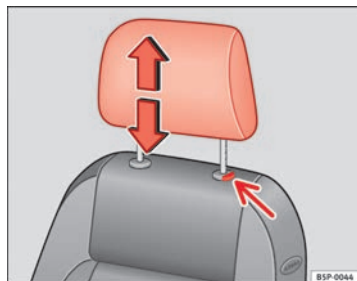

**Fig. 71 Ajuste o desmontaje del apoyacabezas**
- Pulse la tecla ⇒ fig. 71 (flecha).